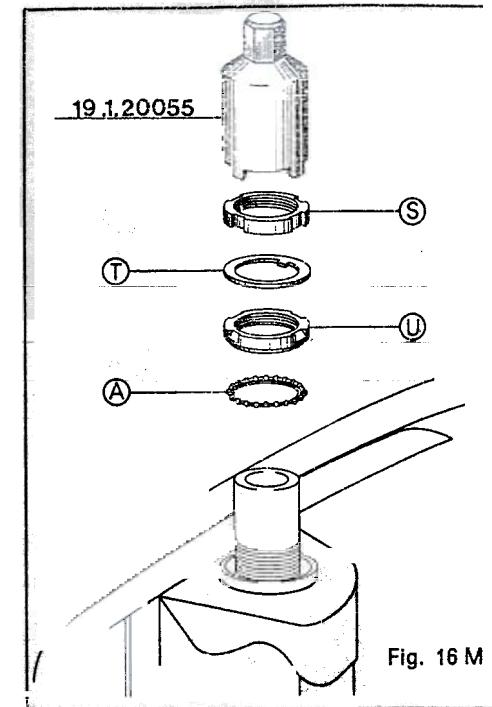

Fig. 16 M
Fig. 16 M. Tuerca cojinete superior dirección: Sosteniendo el grupo dirección para evitar el giro, introducir la jaula de bolas y enroscar a mano la tuerca «U», llevándola en contacto con la jaula, con la llave dentada 0014566 ó (19.1.20055), continuar atornillando hasta que la dirección misma gire libremente, es decir, hasta conseguir un apriete de 5 ÷ 6 Kgm.; girar ahora en sentido inverso la tuerca «U», aproximadamente 1/4 de vuelta, que serán 80° - 90°. Seguir montando la arandela de tope «T» y el casquillo «S», blocar este último con la llave 0014566 (19.1.20055) con un par de 3÷4 Kgm.
- Pueden utilizarse los útiles indicados en la fig. 16 o figura 17 M, indistintamente.